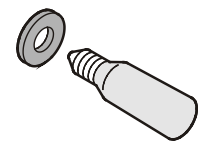

Figura 15
3. Retire la lámpara defectuosa. Asegúrese de que la junta (**Figura 15**) está colocada en la nueva lámpara antes de instalarla.